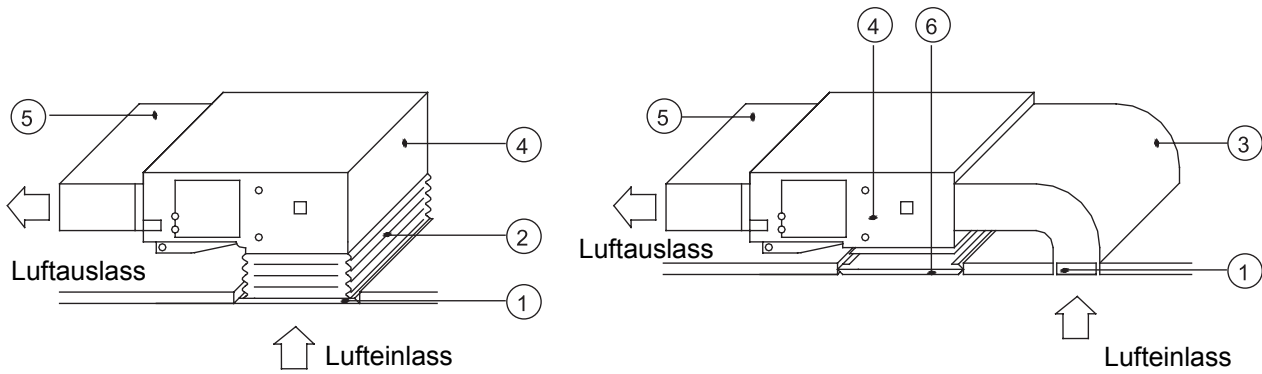

Abb. 38
6. Die Installationsart kann mit Rücksicht auf die Umstände im Gebäude usw. gewählt werden, wie im Bild 38 dargestellt.